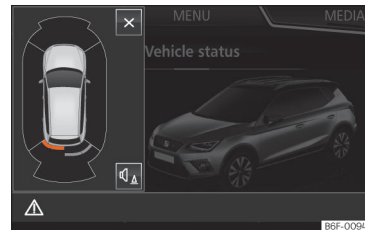

Abb. 255 Miniaturdarstellung der automatischen Einschaltung
- **ODER:** Wenn Sie mit einer Geschwindigkeit von weniger als 15 km/h vorwärts fahren und auf ein Hindernis stoßen, wird dieses erkannt, wenn es sich auf weniger als ca. 95 cm befindet. Wenn das automatische Einschalten aktiviert ist, wird eine reduzierte Anzeige gezeigt **» Abb. 255.**
Beim automatischen Einschalten der **Einparkhilfe Plus** werden das Bild des Fahrzeugs und die Segmente am Bildschirm angezeigt **» Abb. 255.**